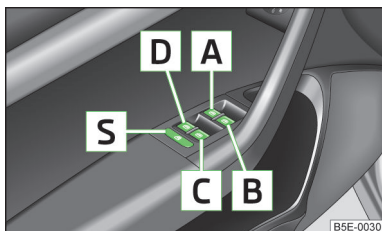

Abb. 24
- Werden auf den Rücksitzen Kinder befördert, wird empfohlen, die elektrischen Fensterheber der hinteren Türen außer Funktion zu setzen (Sicherheitsschalter) **S** » Abb. 24 auf Seite 47.
Tasten der Fensterheber » Abb. 24.
Durch Drücken des Sicherheitsschalters **S** » Abb. 24 können die Tasten der Fensterheber in den hinteren Türen außer Funktion gesetzt werden. Durch erneutes Drücken des Sicherheitsschalters **S** sind die Tasten der Fensterheber in den hinteren Türen wieder funktionsfähig.
- › Die Taste  in der Öffnungsstellung halten » *Abb. 24* auf Seite 47.
- › Die Taste  in der Schließstellung halten » *Abb. 24* auf Seite 47.